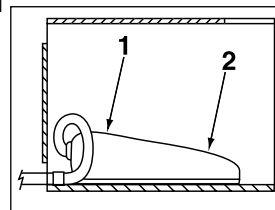

Figure 8
5.3 Option d'interrupteur au pied (voir la figure 8).